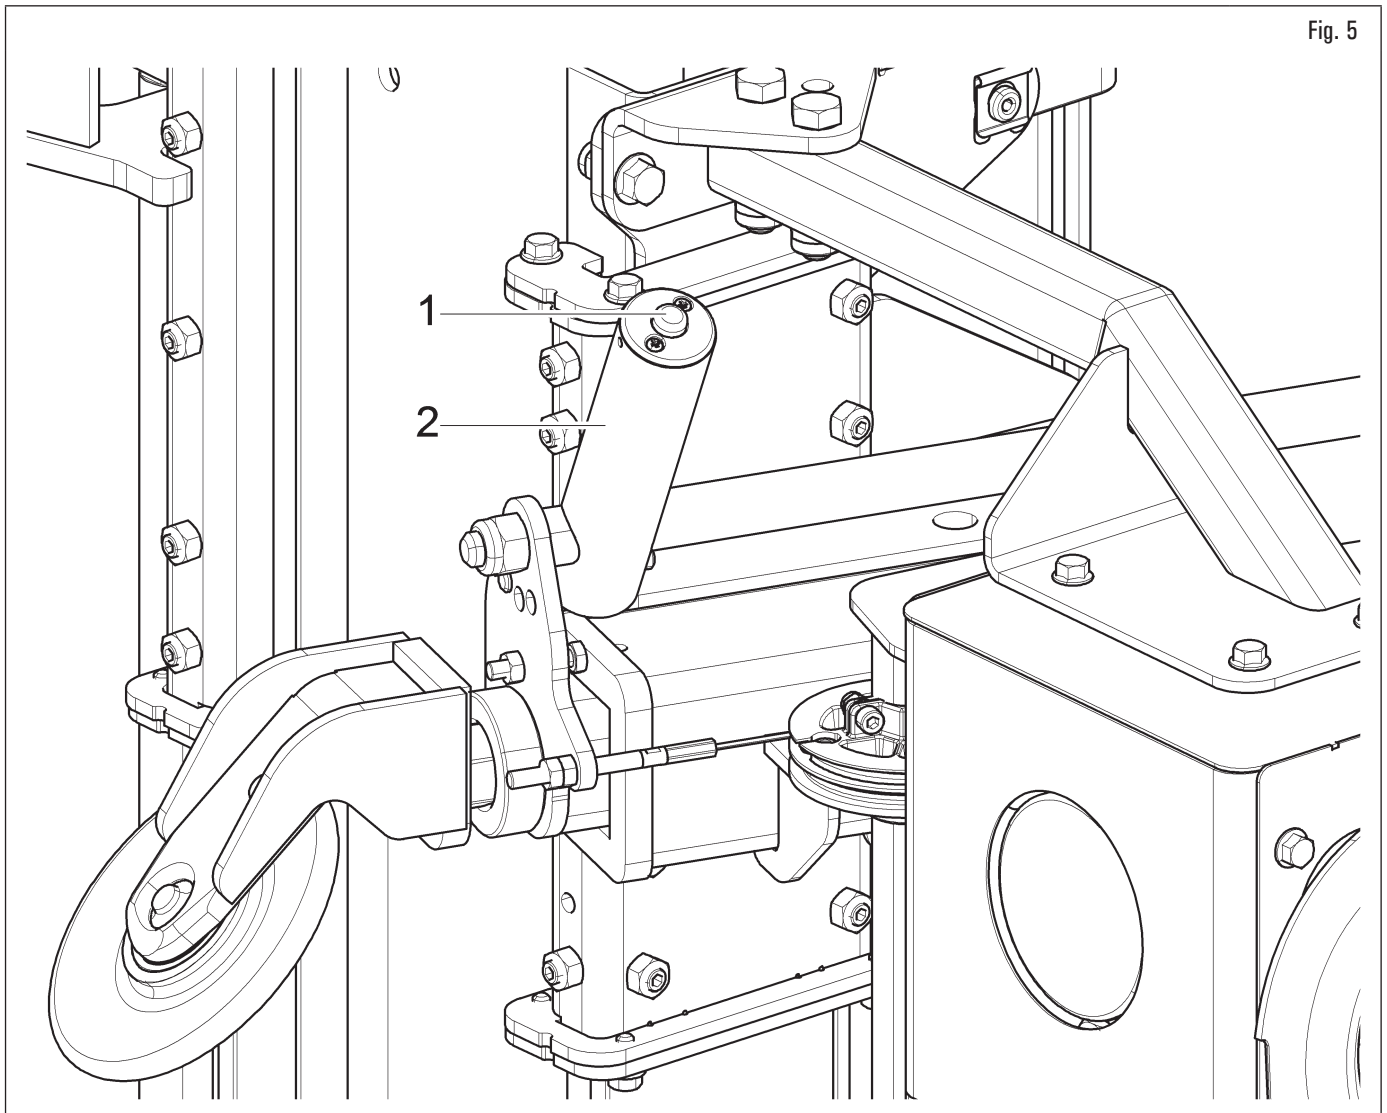

Fig. 5
Se trata de un accionamiento completamente manual. Pulsar el botón de desbloqueo (Fig. 5 ref. 1) y después accionar la manija (Fig. 5 ref. 2) para posicionar manualmente los rodillos destalonadores, con un simultáneo movimiento de tira y empuja, en el correcto diámetro de la rueda fijada en el mandril. Soltando el botón, los rodillos se bloquean en la posición en la que se encuentran.